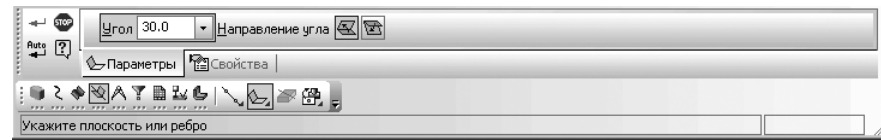

Рис. 8.6. Панель свойств: **Плоскость под углом**,
- переместите указатель мыши с нажатой левой кнопкой мыши на кнопку  – **Плоскость под углом к другой плоскости** и отпустите кнопку мыши. Появится **Панель свойств: Плоскость под углом**, показанная на рис. 8.6.